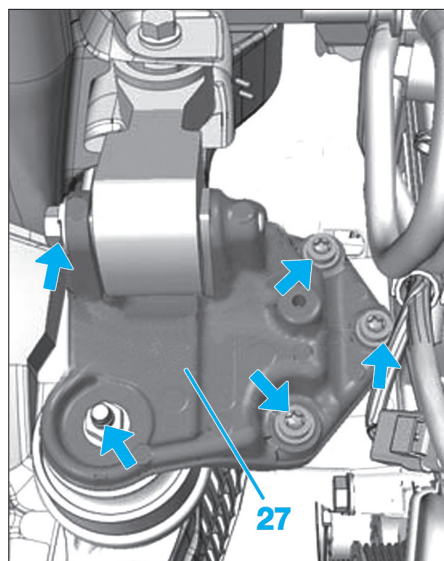

Fig. 91
- l'ensemble support moteur droit (27) (Fig.91).